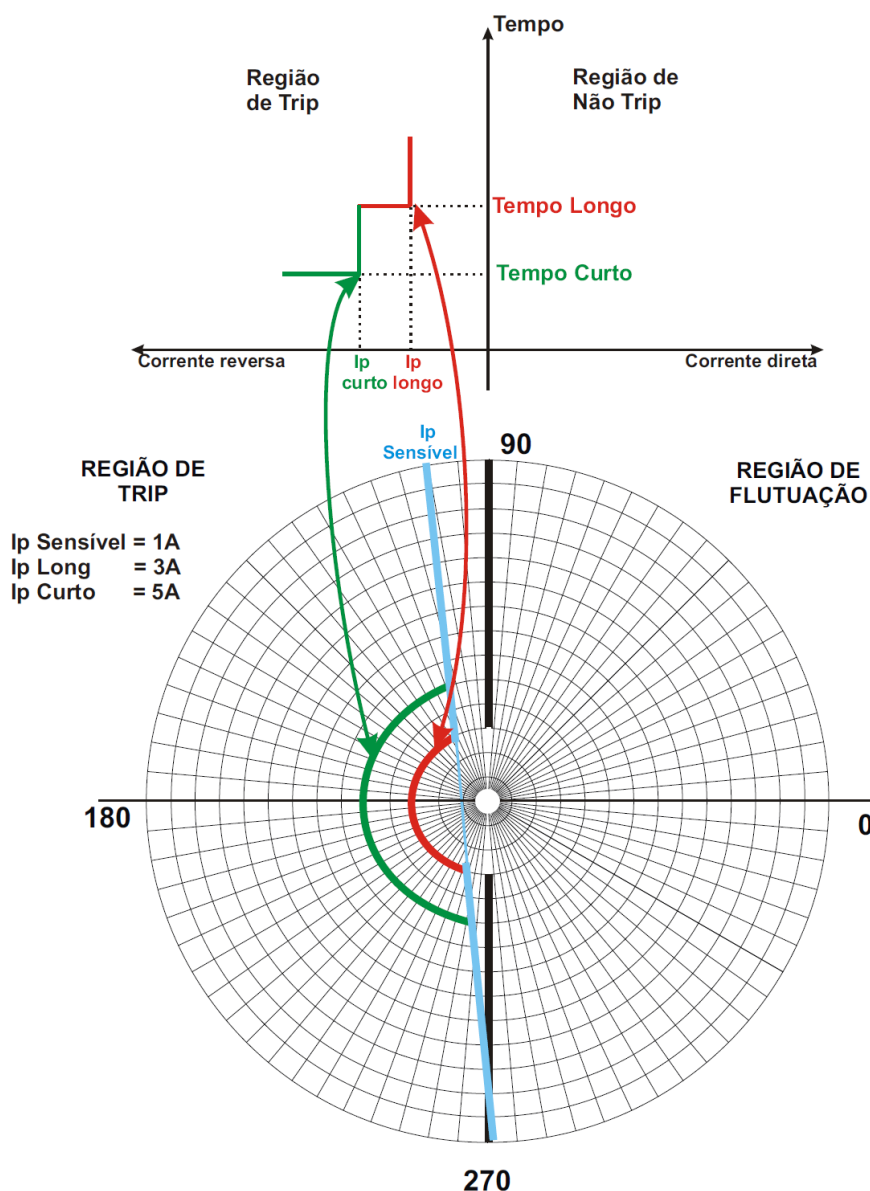

Figura 18: Diagrama de atuação do desligamento
- ✓ Para a atuação de tempo longo é necessário que a corrente seja maior que o valor programado em IP Longo e IP sensível conforme gráfico da Figura 18.
- ✓ Para a atuação de tempo curto é necessário que a corrente seja maior que o valor programado em IP curto e IP Sensível conforme gráfico da Figura 18.
- b) energização com sequência negativa CBA (47).
- c) falta e inversão de fase na malha ou trafo (47).
- d) dupla inversão de fase entre malha e trafo (47).
- e) desbalanceamento (60) maior que 10% (malha maior que o transformador).